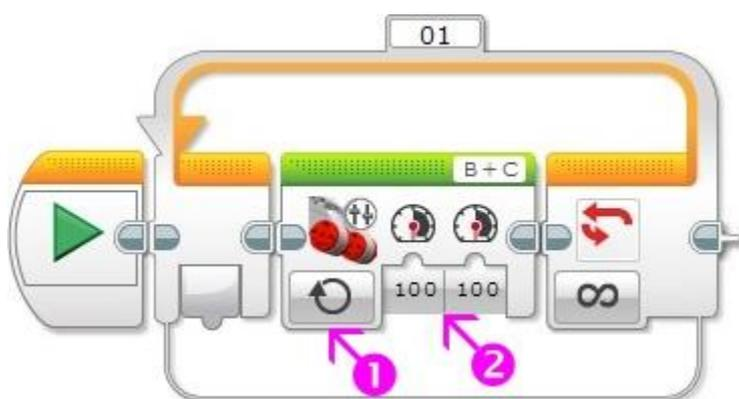

Рис. 5
2. Внутри блока "Цикл" поместим программный блок "Независимое управление моторами" "Зеленой палитры". Режим работы блока установим в значение "Включить" (Рис. 5 поз. 1), мощности моторов "В" и "С" установим в максимальное значение - 100 (Рис. 5 поз. 2).